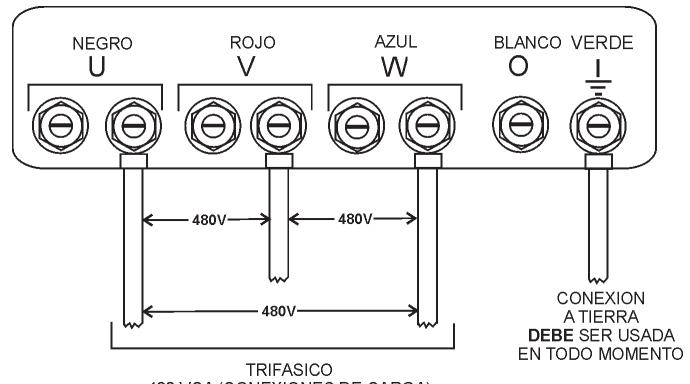

Figura 27. Contactos de las terminales UVWO conexiones 1Ø-480V
- Conecte los cables de carga a las terminales UVWO como se muestra en la Figura 27.